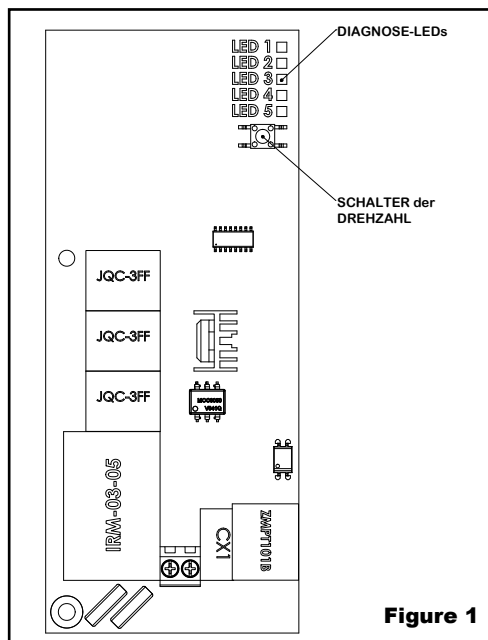

Figure 1
Ces modèles incluent une commande de réglage de vitesse de soufflerie pour (3) niveaux de fonctionnement – grande vitesse (Hi), moyen vitesse (MED) et basse vitesse (Low). Le sélecteur se trouve sur la carte de circuits imprimés dans le sèche-main, comme illustré à la figure 1 ci-dessous.
3. Situer le sélecteur sur la carte de circuits imprimés à l'intérieur du sèche-mains comme illustré à la figure 1 ci-dessous et ajuster la vitesse de la soufflerie comme souhaité. (Remarque : Lorsque la vitesse moyenne ou faible est sélectionnée, la LED 3 sur le circuit imprimé s'allume.).